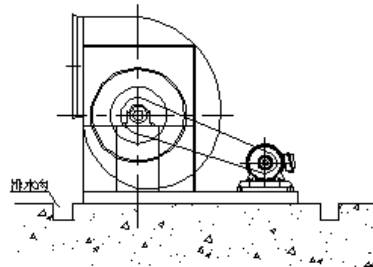

图6
- (2)考虑到风机底盘会因积水而腐蚀,基础四周应设置排水沟 (图 6)。
- (3)基础表面应平整、光滑。并充分考虑到预埋螺栓孔位置。